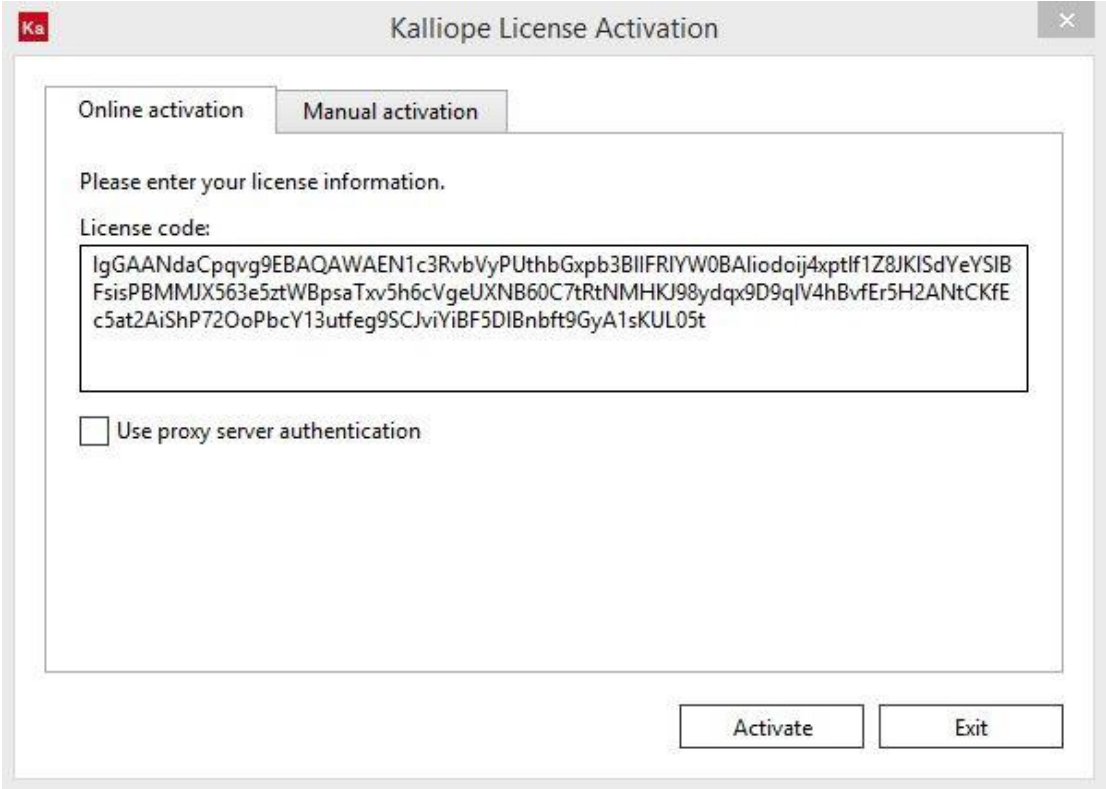

图 12： 输入激活码
安装 Kalliope 软件，通过“Programs>Kalliope”或者桌面 Kalliope 的快捷方式可启动软件。Ka 软件初次启动，需要输入激活码验证（如图 12），Ka 软件支持在线激活或手动激活，不管选择何种激活方式，都需要激活码。
1. 如图 12 所示，输入验证码